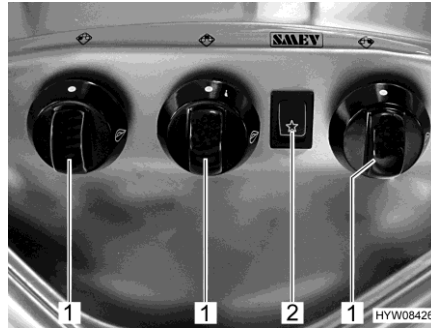

Fig. 142 Boutons de commande (ré-chaud à gaz)
- Tourner le bouton tournant (Fig. 142,1) du brûleur désiré en position d'allumage (grande flamme).
- Appuyer sur le commutateur à bascule (Fig. 142,2). Le brûleur produit des étincelles.